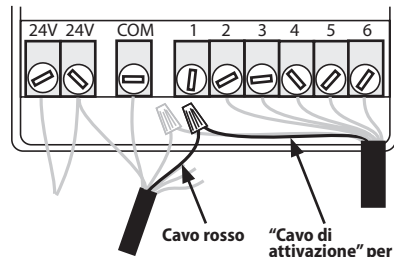

Figura 10
4. Scollegare il cavo della zona selezionata identificato e contrassegnato in precedenza (zona n. 1 nella Figura 10). Collegarlo al cavo rosso dell'interfaccia utente SMRT-Y con un morsetto (vedere Figura 10).